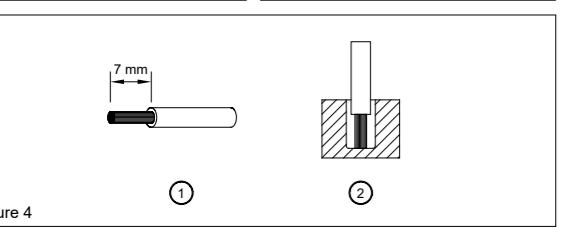

Figure 4
(1)	0.8-3.3	18-12	4	3.47
(2)	0.8-3.3	18-12	4	3.47
Um sichere und stoßfeste Anschlüsse gewährleisten zu können, sollte die Absolierlänge 7 mm betragen (siehe Abb. 4 (1)). Bitte sorgen Sie dafür, dass die Kabel vollständig in die Anschlussklemmen eingeführt werden, siehe Abb. 4 (2). Die Schraubklemmen müssen sicher befestigt und alle Drahtlizen in die Klemmen eingeführt sein, um einen sicheren und maximalen Kontakt sicherzustellen.
Le câble doit être dénudé sur 7 mm pour assurer une connexion fiable et résistante au choc (voir Fig. 4 (1)). Merci de s'assurer que les fils sont entièrement insérés dans le connecteur comme montré en Fig. 4 (2). Les bornes à vis doivent être solidement fixées et tous les torons doivent être insérés dans les bornes afin d'assurer la sécurité et un contact maximal.